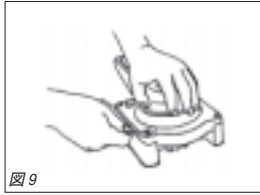

図9
4) 下部ハウジングを抑えながら、上部ハウジング の4つのねじを外します(図9)。